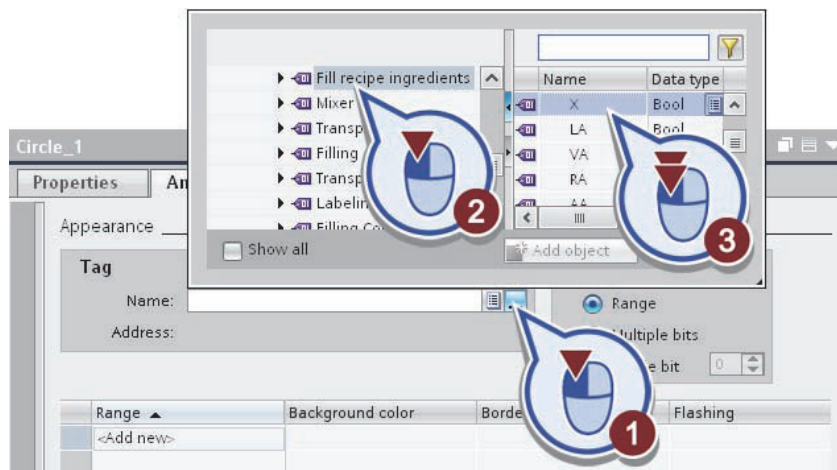

Рис. 3.57. Связь объекта с тегом
- Свяжите объект «Fill recipe ingredients» с тегом «X» (рис. 3.57):